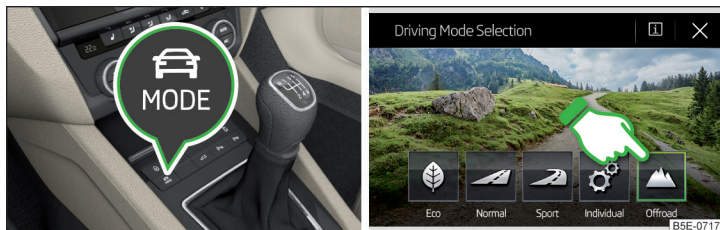

Fig. 250 Tecla para la selección del modo de conducción / Superficie funcional en la pantalla Infotainment
► Para **activar**, presionar la tecla **MODE** » fig. 250.
En la pantalla Infotainment aparece un menú del modo de conducción » fig. 250.
► Para la **desactivación**, pulsar la tecla **MODE** » fig. 250 y seleccionar en la pantalla del Infotainment otro modo de conducción que no sea **Offroad**.